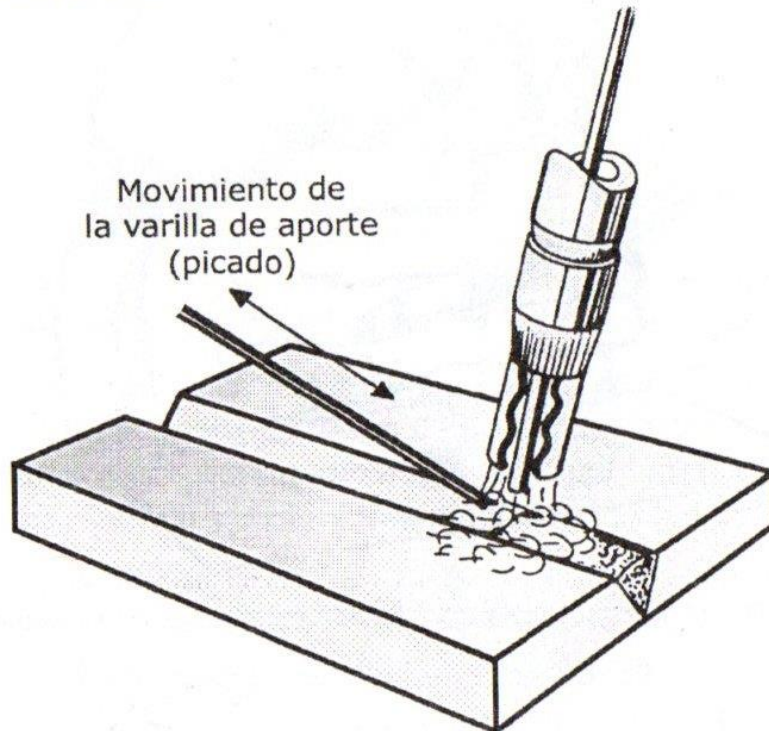

Fig. 3.5 Esquema ilustrando la ubicación de la varilla de aporte
- ✓ Calentar con el soplete hasta generar un punto incandescente. Mantener alejada la varilla de aporte hasta tanto no se haya alcanzado la temperatura de trabajo correcta. Una vez logrado el punto incandescente sobre el material a soldar, adicionar aporte con la varilla metálica (fig. 3.5), realizando movimientos hacia adentro y hacia fuera de la zona de soldadura (llamado *picado*). No se debe tratar de fundir el metal de aporte con el arco. Se debe dejar que el metal fundido de la pieza lo absorba. Al sumergir el metal de aporte en la zona de metal fundido, ésta tenderá a perder temperatura, por lo que se debe mantener una cadencia en la intermitencia empleada en la vari-